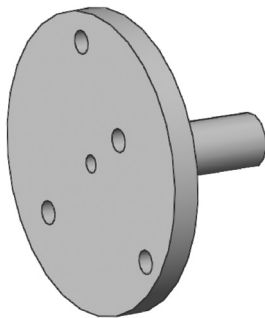

图 7-13 取消草图显示的图形
6) 取消视图中草图显示。选择菜单栏中的“视图”→“隐藏/显示”→“草图”命令,取消视图中草图的显示,结果如图 7-13 所示。